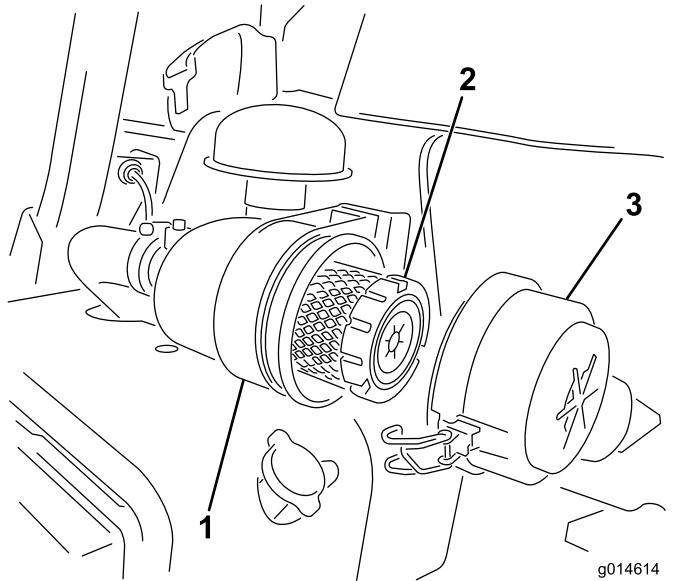

图44
1. 松开将空气滤清器盖固定到空气滤清器壳体上的闩锁（图44）。
6. 固定搭扣（图44）。